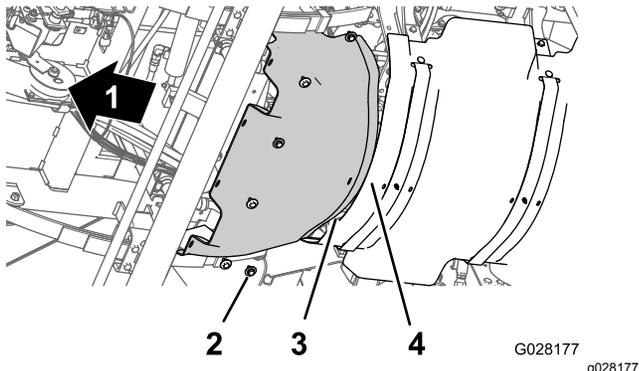

Figura 42
1. Alinhe a flange traseira da proteção térmica dianteira por cima da flange dianteira da proteção térmica traseira (Figura 42).
2. Alinha os orifícios da proteção térmica frontal com os orifícios roscados no chassi (Figura 42).
3. Monte a proteção térmica frontal na máquina com os 6 parafusos de cabeça hexagonal e as 6 anilhas (Figura 42) que retirou no passo 4 de Retirar a proteção térmica dianteira \(página 44\).